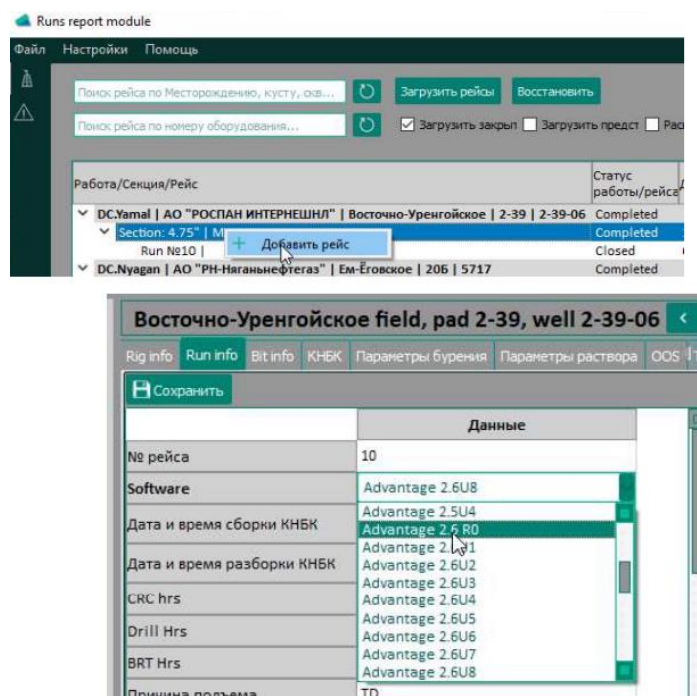

Рис.10
1. Для добавления рейса, находимо найти работу через окно поиска (рис.10).